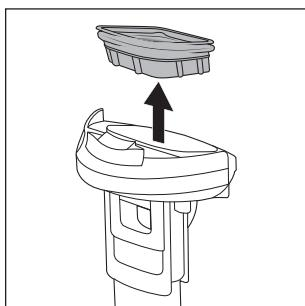

Fig. 24
- ◆ Retirez le filtre à impuretés ⑩ du réservoir d'eau sale ② en plaçant les doigts latéralement dans les ouvertures situées à côté du filtre à impuretés ⑩ et en le sortant par le haut du couvercle du réservoir d'eau sale ⑨ (voir fig. 24).